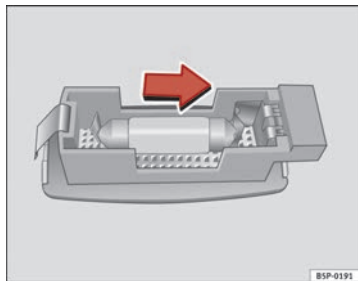

Fig. 204 Desmontaje luz del parasol
- Retire la luz con cuidado, utilizando un destornillador por su parte plana, tal como indica la figura ⇒ fig. 204.
- Retire la lámpara, moviéndola en el sentido de la flecha y hacia afuera ⇒ fig. 204.